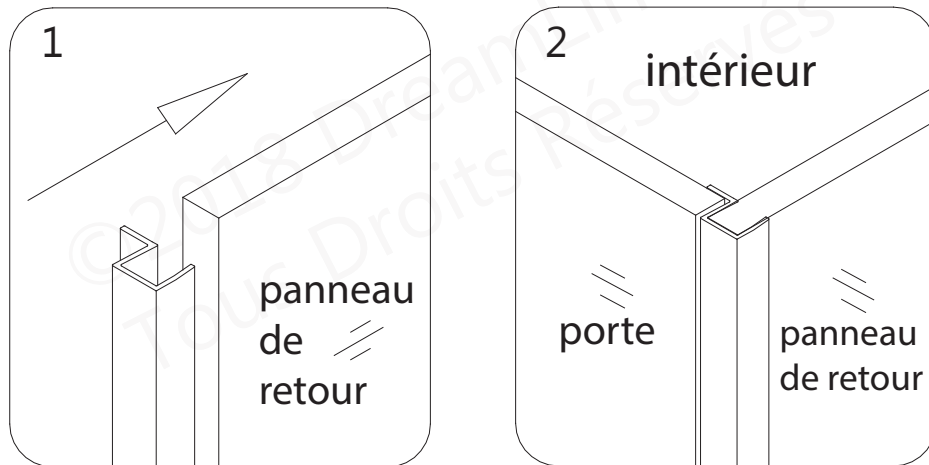

Fig 10
10. Fixez le **Joint d'Étanchéité de la Gâche de Vinyle (N° 12)** sur la bordure du **Panneau de Retour Vitré (N° 03)**. (Fig 10)